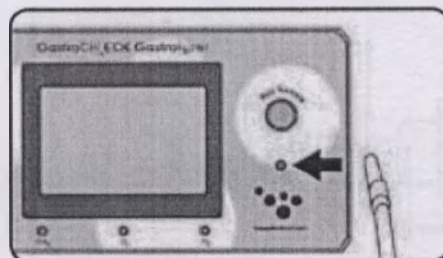

fig.12
10. Для анализа проб воздуха, содержащегося в мешочках, подсоедините заполненный мешочек к разъему «Bag sample» через свободный конец фильтра для удаления влаги (Рис. 12).